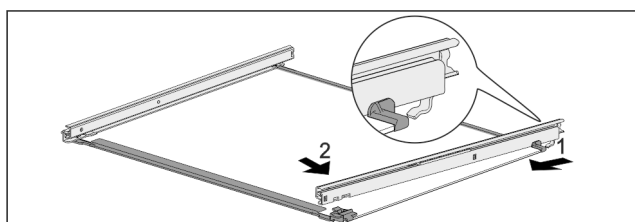

Fig. 125 Стъклена плоча с релси
- Закачете релсата отзад. Fig. 125 (1)
- Фиксирайте релсата отпред. Fig. 125 (2)